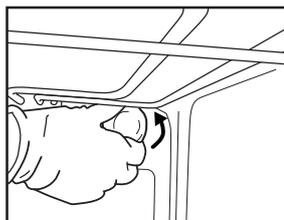

Fig. 6
2. Dévissez le couvercle de l'ampoule (Fig. 6), remplacez l'ampoule (voir la remarque pour le type de lampe), puis revissez le couvercle de l'ampoule.